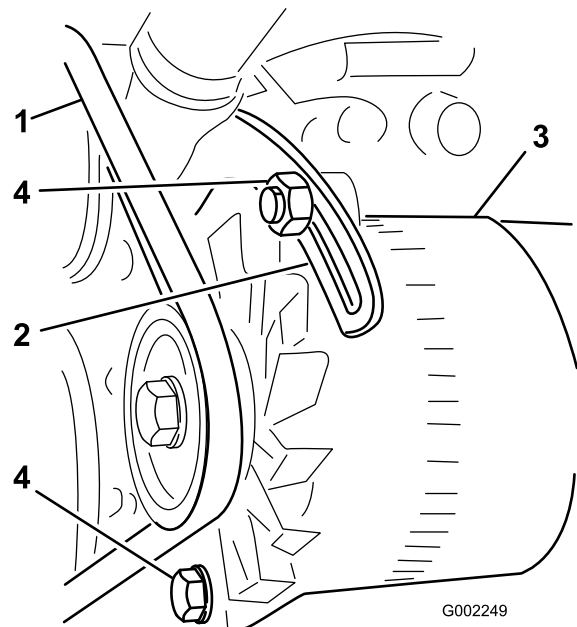

Figura 138
3. Desserrez le boulon sur le point de pivot de l'alternateur ; desserrez le boulon qui fixe l'alternateur au renfort fendu (Figura 138).